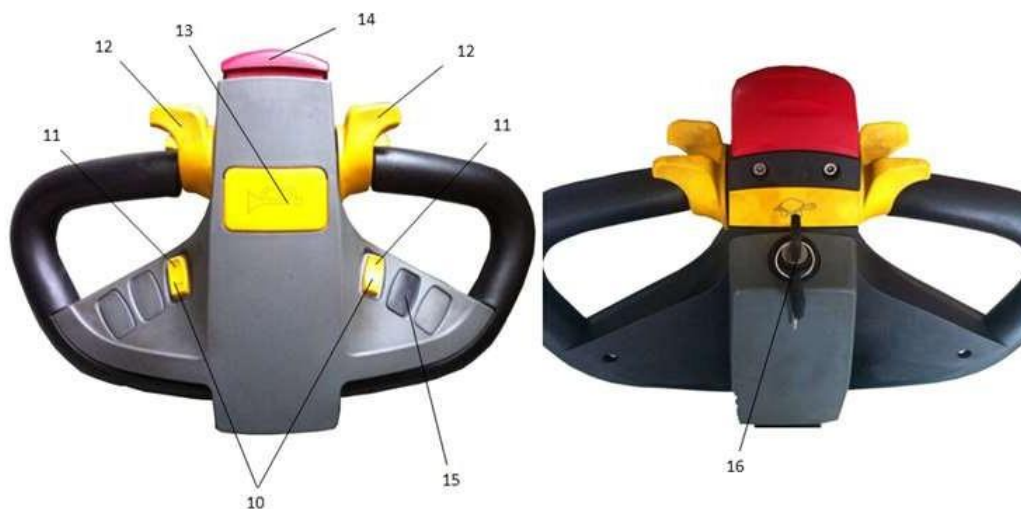
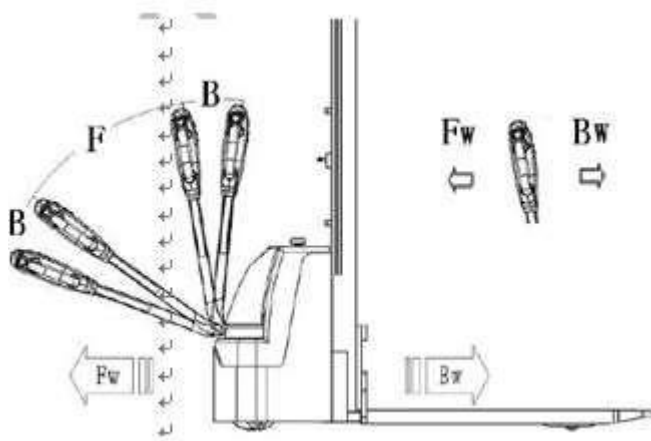

Рис. 1. Рукоятка управления
Рис. 8. Направление работы
При перемещении вилы полностью опускаются на опору с тележкой и нужно нажимать на кнопку подъема (Рис. 1, поз. 11) до тех пор, пока не будет достигнута нужная высота подъема.
Вставленный ключ поворачивается в положение «Открыто» (Рис. 1, поз. 16. Затем нужно осторожно вытянуть кнопку аварийной остановки), начать работу на штабелере. Рукоятка должна быть передвинута в зону работы (Рис. 8, «F»). Кнопку акселератора нужно повернуть в нужном направлении Вперед «Fw». Или в обратном направлении «Bw» (Рис. 11). Нужно осторожно передвинуть кнопку акселератора (12), чтобы регулировать скорость перемещения, пока скорость не достигнет нужной величины.